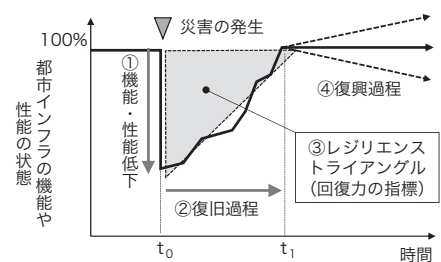

図1 レジリエンストライアングル
災害に対する都市インフラのレジリエンス評価の考え方は図1のように表される。災害の発生により被害が生じると機能や性能の低下が生じる(①)。復旧過程(②)における機能や性能の回復経路を時系列で表せば、回復に要する負荷(被害に起因するロス)は、図1の三角形部分の面積(Bruneauの「レジリエンストライアングル」と呼ばれる)に関連付けられる(③)。さらに、災害からの復旧後の過程(④)においては、都市機能のポテンシャルを再び持続的な成長経路に戻すための長期的なレジリエンスの視点も求められる。